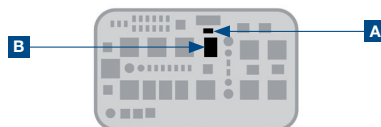

Figura 6
- 22 Inserir o relé (B) e o dispositivo de bloqueio (A) (figura 6).